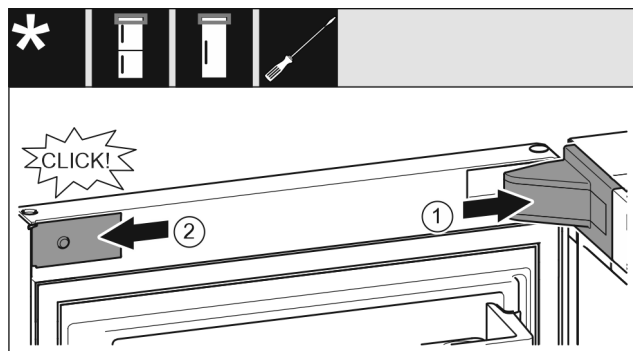

Fig. 23
- ▶ Τοποθετήστε και κουμπώστε το κάλυμμα του στηρίγματος, ενδεχ. αποσυμπίεστε το προσεκτικά. Fig. 23 (1)
- ▶ Εφαρμόστε στο πλάι το διακοσμητικό κάλυμμα και κουμπώστε το. Fig. 23 (2)